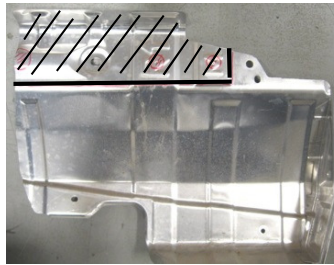

Figure 2
- Découper l'écran thermique** – À l'aide d'une cisaille à tôle, découper l'écran thermique comme illustré. Voir la figure 2.
4. Découper l'écran thermique – À l'aide d'une cisaille à tôle, découper l'écran thermique comme illustré. Voir la figure 2.